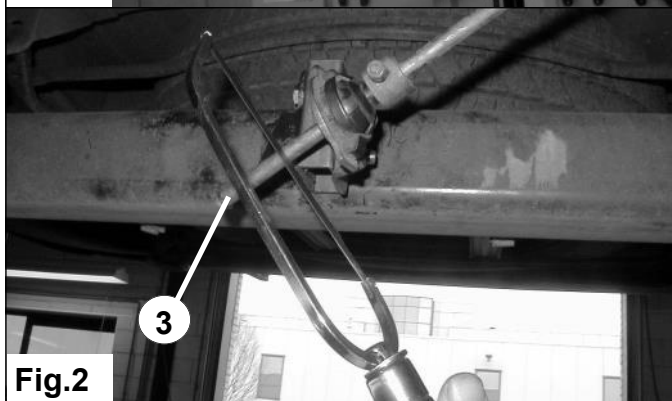

Fig.2
5. Såga bort den delen av LSV **3** som är nedan för axeln. Se fig. 2.
5. Sierre la parte de la barra LAR **3** que sobra debajo del eje. Véase la fig. 2